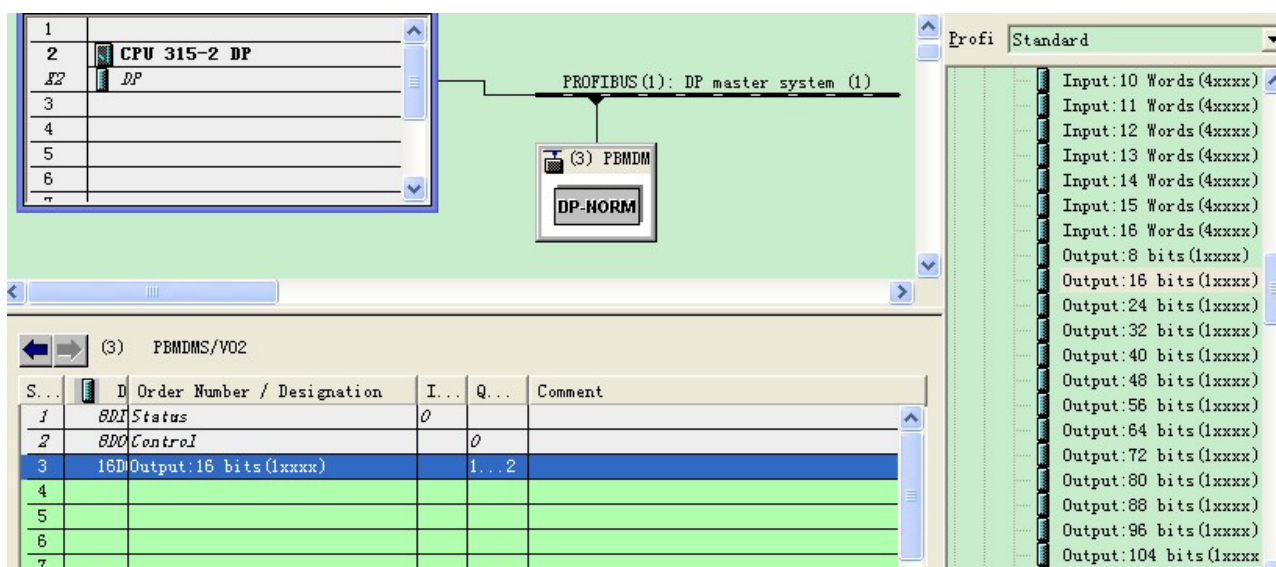

图 1-3：从 Profibus 传递开关量到 Modbus 的配置
**从 Profibus 传递开关量到 Modbus 的配置** 此种类型为 Modbus 想要获得 Profibus 开关量数据，可以选择图 1-3 所示“Output: 16 bits (1xxxx)”，这里传递 16 个 Bits，实际使用的时候根据自身需要传递的数据量进行选择。您可以选择使用 Modbus 02 号功能码读取这 16 位的 Profibus 输出数据，默认 Modbus 地址为 1，1 区寄存器起始地址为 0。此例中相对应的 Profibus 寄存器地址为 QB1-QB2。
以上工作完了，启动微硬模块。将控制字最低位置 1。本例控制字为 QB0（在 Slot2 里面，具体地址是多少还要看您的配置），所以您需要在 OB1 模块里面加上如图 1-3 的程序。